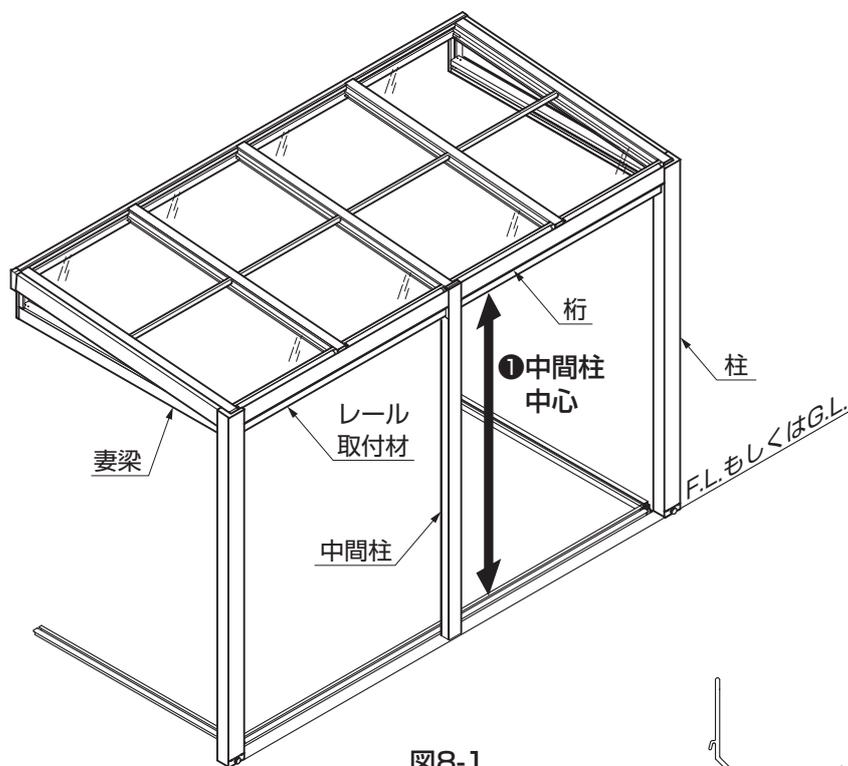

図8-1
- ①図8-1にしたがって①を計測し、測定値が表8-1の範囲内であることを確認してください。